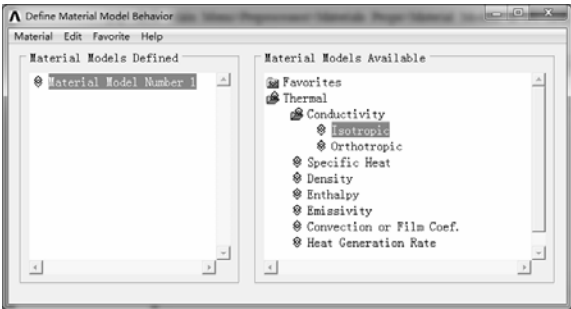

图 8-85 “Define Material Model Behavior” 对话框
1) 选择 “Main Menu>Preprocessor>Materials Props>Material Models” 命令，弹出 “Define Material Model Behavior” 对话框，如图 8-85 所示。